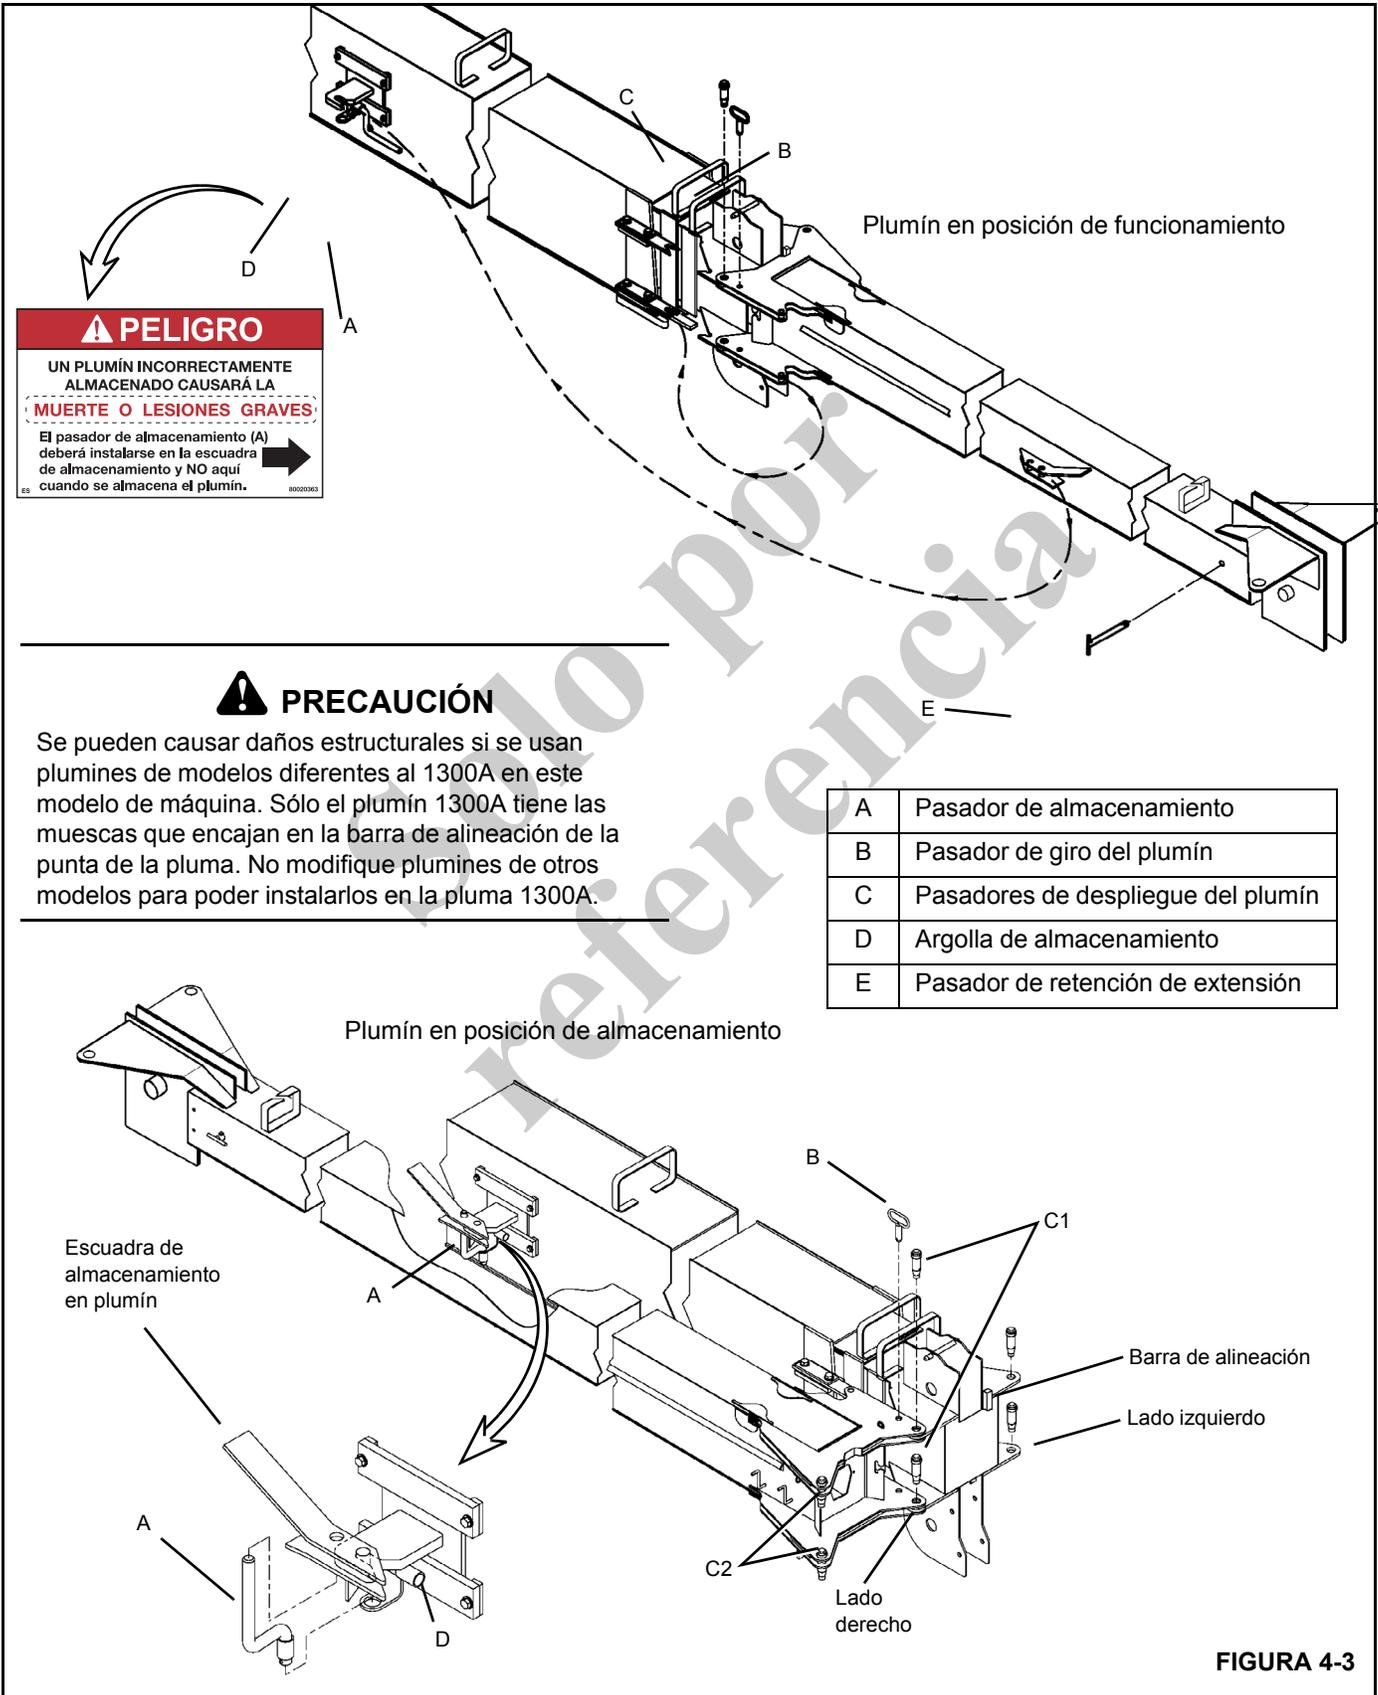

FIGURA 4-3
6. Verifique que el plumín esté debidamente almacenado (Figura 4-3):
12. No extienda/retraiga la pluma a menos que se encuentre en posición horizontal y se hayan extraído el pasador de almacenamiento (A) y el pasador de giro del plumín (B) durante los procedimientos de colocación o retiro de la posición de almacenamiento.